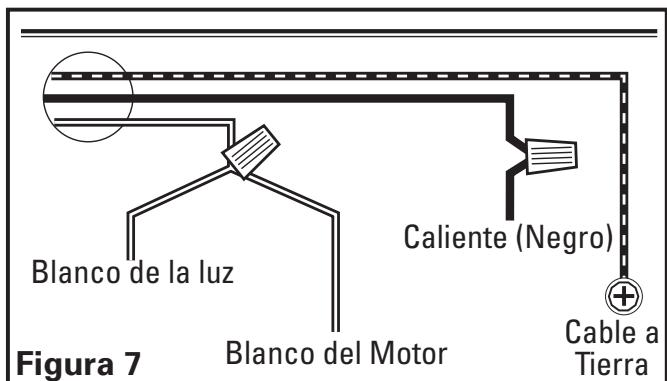

Figura 7
- Conecte los 2 cables Blancos sueltos de la campana de extracción al cable Blanco del suministro, y el cable Negro suelto de la campana de extracción con el cable Negro del suministro. Conecte el cable a tierra (verde o descubierto) del suministro con el tornillo verde a tierra de la campana. Use métodos aprobados para todas las conexiones (**Figura 7**).